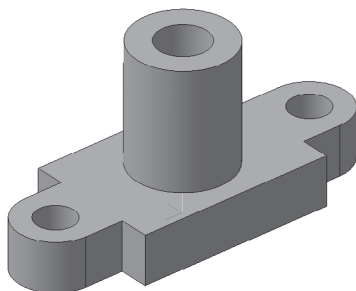

Рис. 171.
- дальнейшее построение аналогично предыдущей детали. Выделите верхнюю грань основания. Войдите в **Эскиз**. Постройте в центре детали окружность радиусом 25 мм ($\varnothing = 50$). Для нахождения центра воспользуйтесь глобальной привязкой **Ближайшая точка**, т.к. начало координат расположено в центре детали. Выйдите из эскиза и создайте цилиндр операцией **Приклеить выдавливанием** на расстояние 60 мм. Подобным образом постройте окружность радиусом 13 мм ($\varnothing = 26$) на верхнем основании цилиндра и создайте сквозное отверстие с помощью операции **Вырезать выдавливанием – Через все** (рис. 171). Сохраните под именем *Опора 2*.